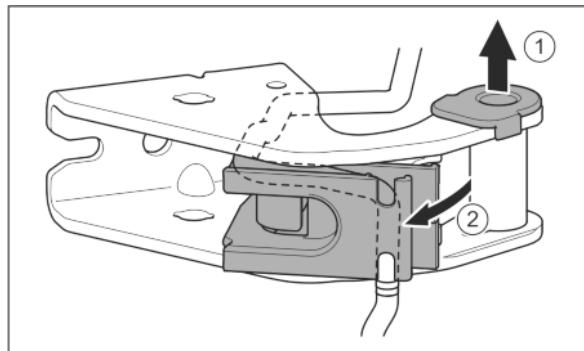

Fig. 27
- Витягніть із напрямної опорну втулку. Fig. 27 (1)
- Поверніть вбік тримач кабелю. Fig. 27 (2)